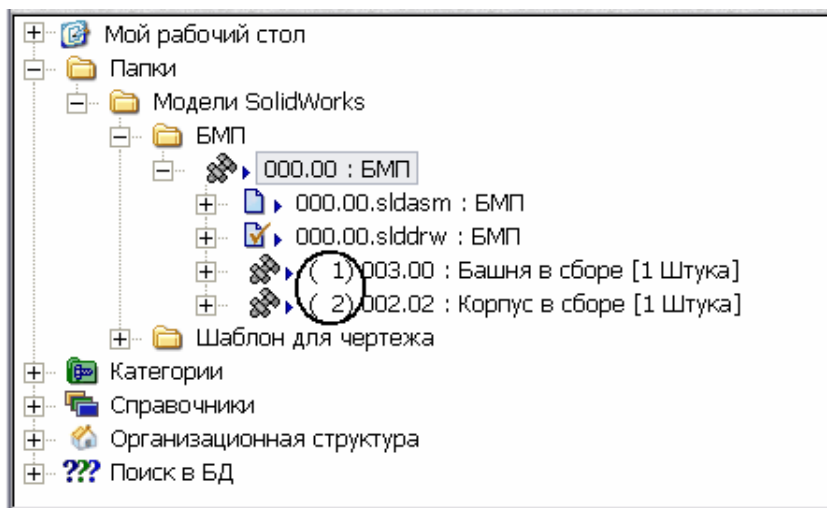

Рис. 82
3. В БД PSS «SolidWorks» у подборок «Башня в сборе» и «Корпус в сборе», слева от их обозначений в круглых скобках появились номера позиций, переданные из SolidWorks (Рис. 82).